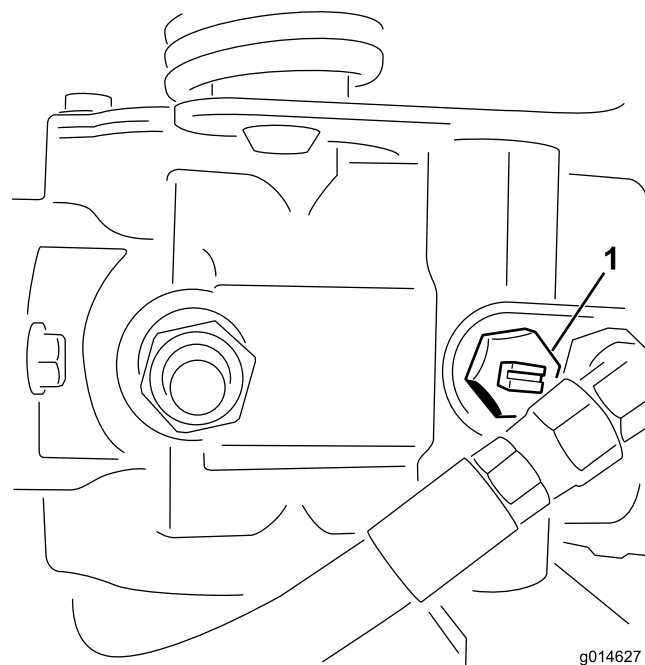

Рисунок 39
1. Найдите на насосе перепускной клапан и поверните его так, чтобы паз был вертикален (Рисунок 39).
2. Перед запуском двигателя закройте перепускной клапан, повернув его так, чтобы паз был горизонтален (Рисунок 39). Не запускайте двигатель, когда клапан открыт.